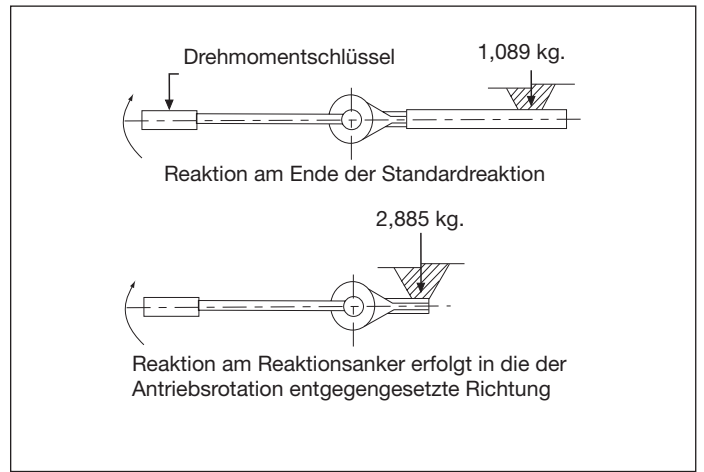

**Abb. 3, Antriebsenddetail (Abbildung zeigt Einstellung für Drehung im Uhrzeigersinn)**
Der Wählhebel (Abb. 3, Punkt 3) muss in die neutrale Position eingestellt werden und die Einstellschraube für die Neutralpositionierung (Abb. 3, Punkt 3) muss festgezogen werden, um den Wählhebel für den Betrieb des Kraftantriebsgeräts zu verriegeln. Er steuert die Drehrichtung des Drehmoment-Vervielfältigers für manuell aufgewandten Antrieb. (Nicht erhältlich für die Modelle E290+, E291, E391.) Verwenden Sie keinen Kraftschrauber für den Kraftantrieb, da dadurch Schäden an der Kraftübertragung des Vervielfältigers entstehen.
2. Stellen Sie die gewünschte Drehrichtung ein, indem Sie den Wählhebel (Abb. 3, Punkt 3) in die Richtung drehen, die von den Buchstaben und Richtungspfeilen auf dem Antriebsendgehäuse angegeben werden (Abb. 3, Punkt 1). **BEISPIEL:** Drücken Sie bei "CCW" für entgegen dem Uhrzeigersinn den Hebel bis zum Ende des Wegs in die vom "CCW"-Pfeil angegebene Richtung. Drücken Sie für Drehung im Uhrzeigersinn den Hebel in die umgekehrte "CW"-Richtung. (Nicht erhältlich für die Modelle E290+, E291, E391.)
**Modelle mit Rücklaufsicherung:** Wenden Sie mithilfe eines Drehmomentschlüssels genug Antriebsmoment auf, um die interne Rücklaufsicherung zurückzuziehen; halten Sie den Drehmomentantrieb und drücken Sie den Wählhebel (Abb. 3, Punkt 3) in die entgegengesetzte Position. (**BEISPIEL:** Hebel in Position "CW" erfordert ein Zurücksetzen in die Position "CCW".) Lockern Sie langsam das Antriebsmoment. (Nicht erhältlich für die Modelle E290+, E291 oder E391.)
Verwenden Sie einen zugelassenen nichtmechanischen Elektroantrieb bei den folgenden Modellen: (nur E391, E392, E393, E492, E493, E494 oder E495). Verriegeln Sie den Wählhebel in der neutralen Position, indem Sie ihn zwischen den Positionen "CW" und "CCW" zentrieren und die Einstellschraube festziehen (Abb. 3, Punkt 2).